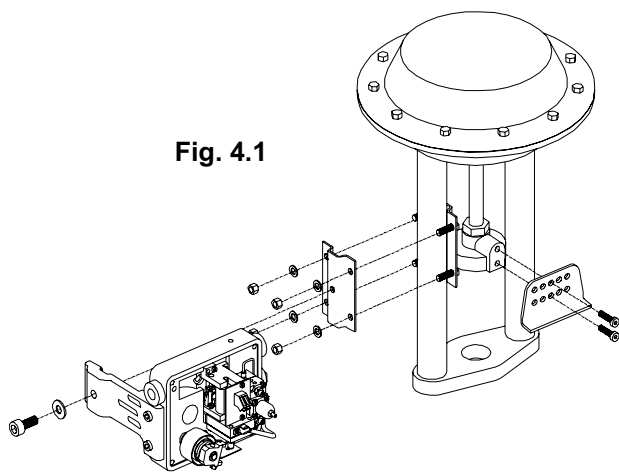

Fig. 4.1
1. Pour l'orientation correcte du positionneur, contrôler la Fig. 4.1.
2. Monter la bride dans la position centrale sur le bâti de l'actionneur, en la fixant avec les 4 écrous, comme dans la Fig. 4.1 .